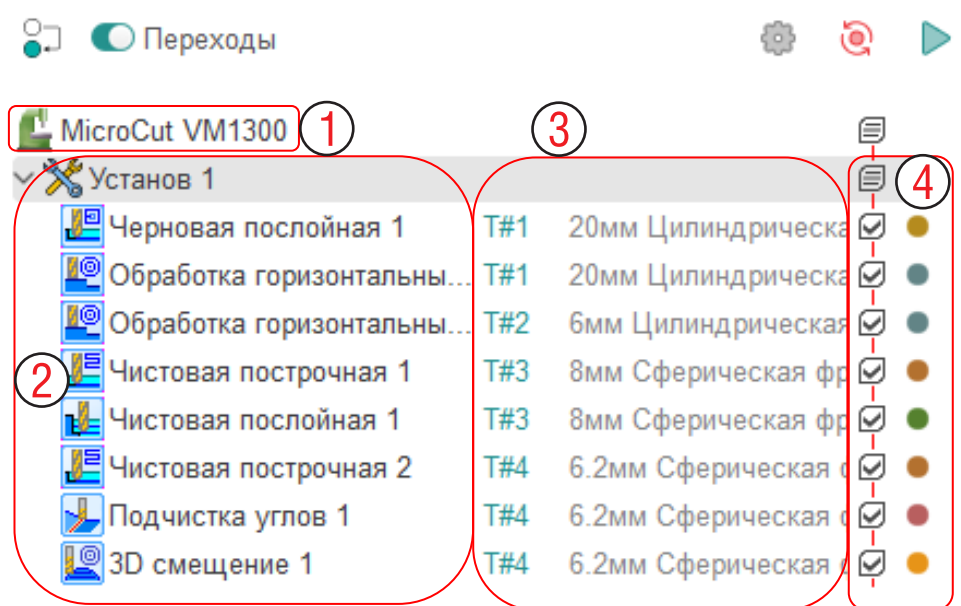

Рис. 1-2. Операции обработки проекта game_remote.
Кратко рассмотрим операции проекта (рис. 1-2). Здесь мы видим, что проект создан для станка MicroCut VM1300 (1); в проекте имеется 1 установ, содержащий 8 операций разного типа (2); они выполняются четырьмя инструментами и видим параметры этих инструментов (3). Все операции сгенерированы и не содержат ошибок (символ птички) и видим цвет, которым будет показываться траектория для каждой операции (4).